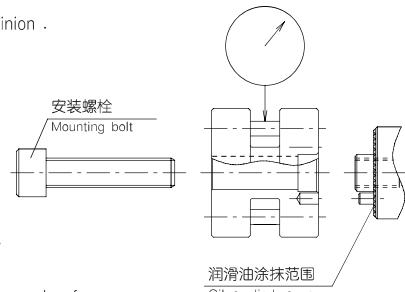

图1 / Fig. 1
2. 在法兰的滚轮安装面上轻轻涂抹润滑油或者润滑脂（图1）。
Lightly apply oil grease to the roller pinion mounted surface of the flange(Fig. 1) .